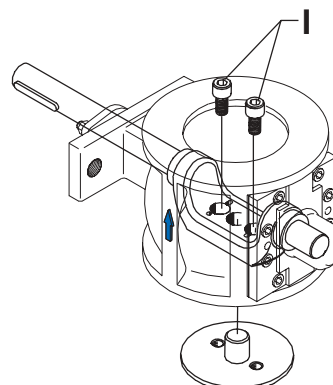

Fig 13
5. Lossa skruvarna (I) växelvis med hjälp av en insexnyckel (Fig. 13).